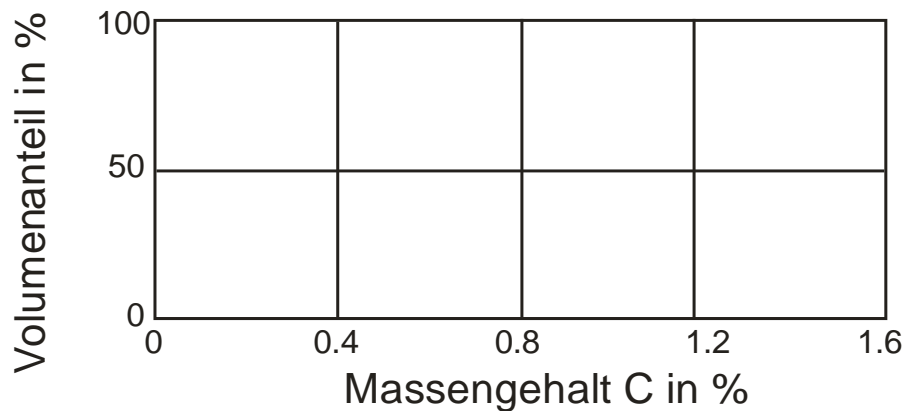

Abbildung 2
- Skizzieren Sie in Abbildung 2 den Restaustenitgehalt nach dem Härten als Funktion des Kohlenstoffgehalts! (1,0 Punkte)